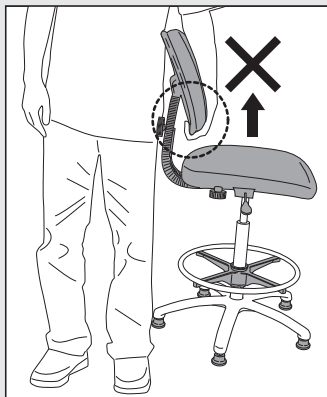

図10
- ・ティンパニスローンは重量がありますので、移動する際は落下や衝突に注意してください。また、その際はシートやバックレストホルダーを持つようにしてください。バックレストの下側を掴んで持ち上げると、バックレストが破損してスローンが脱落する恐れがあります。(図.10)